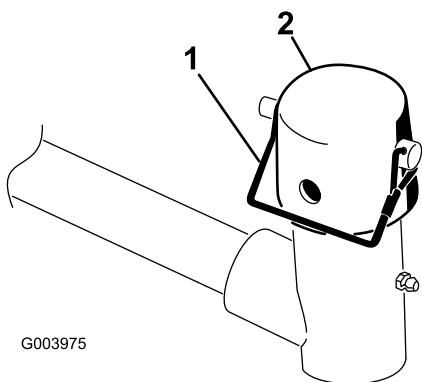

Figura 9
7. Retire o pino de encaixe e tampa da forquilha da articulação do braço de elevação (Figura 9).
11. Prenda a tampa e o veio da estrutura de suporte à forquilha do braço de elevação com o pino de encaixe (Figura 9).